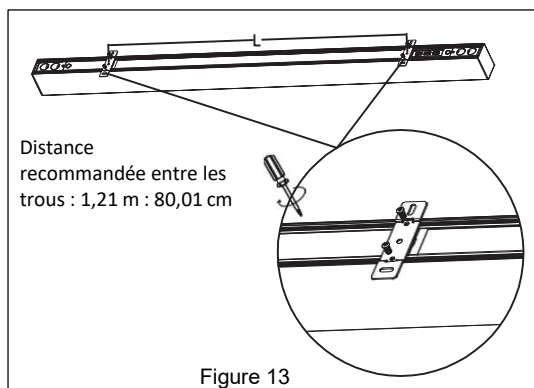

Figure 13
2. Fixez les deux supports de montage en surface à l'arrière du luminaire à l'aide des vis courtes fournies. **Reportez-vous à la Figure 13.**